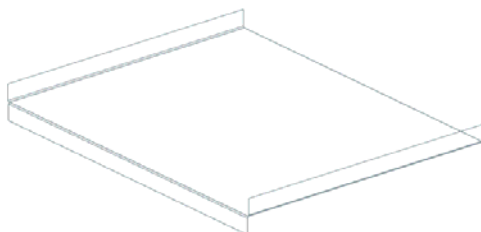

图 11-232 创建弯边特征 3
(8) 在“弯边”对话框中, 单击  按钮, 创建弯边特征 3, 如图 11-232 所示。